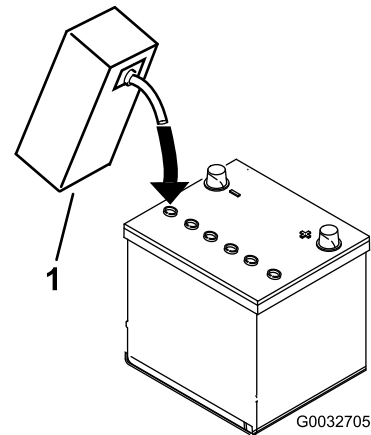

Figura 7
de aproximadamente 6 mm (¼") de fluido (Figura 7).
4. Espere aproximadamente 20–30 minutos para que el electrolito penetre en las placas. Llène si es necesario para que el electrolito llegue a una distancia de aproximadamente 6 mm (¼") del fondo del hueco de llenado (Figura 7).